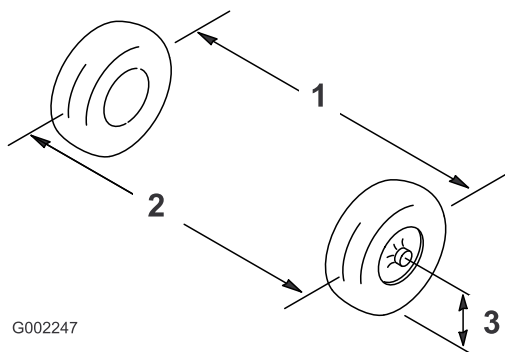

Рисунок 88
2. Измерьте расстояние между обеими передними шинами на уровне моста, с передней и задней стороны передних шин (Рисунок 88).